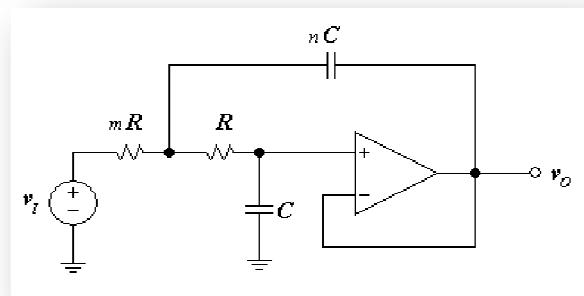
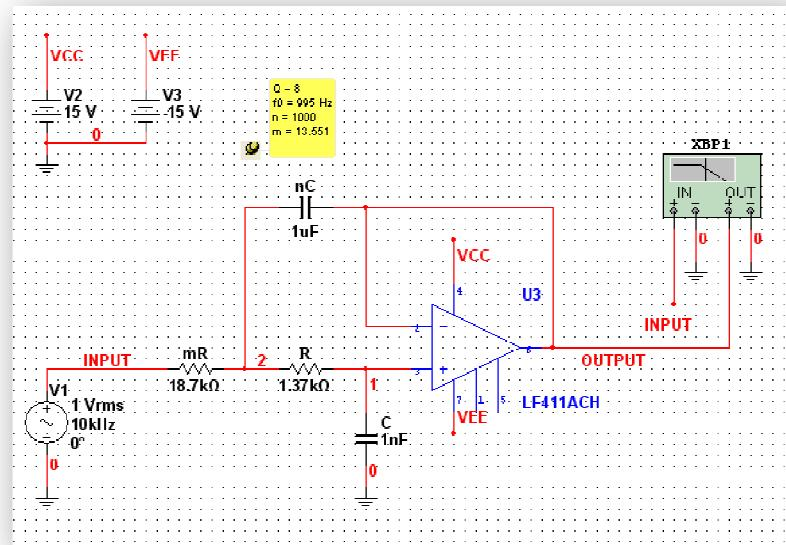
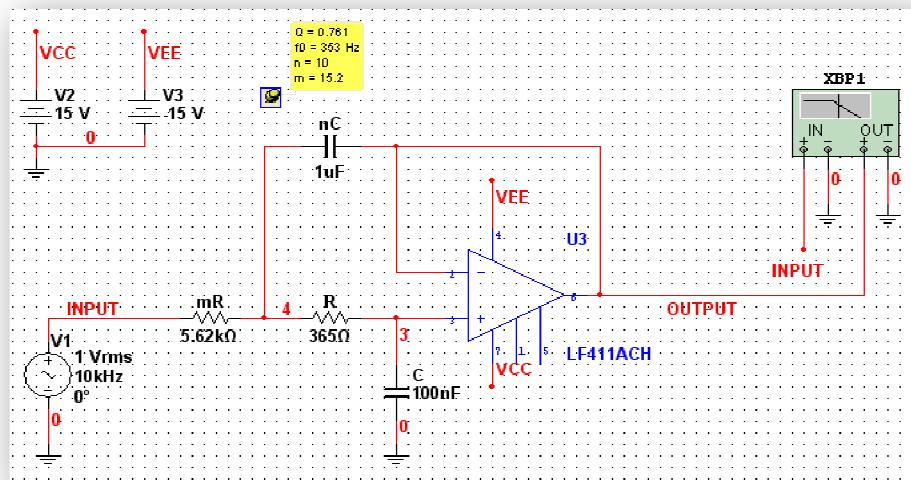

Figura 3.7-3
Figura 3.7-4
Figura 3.7-8
2. Conecta los componentes conforme a la Figura 3.7-3 y verifícalos con respecto a la Figura 3.7-4
2. Conecta los componentes conforme a la Figura 3.7-3 y verifícalos con respecto a la Figura 2.1
2. Conecta los componentes conforme a la Figura 3.7-3 y verifícalos con respecto a la Figura 3.7-8